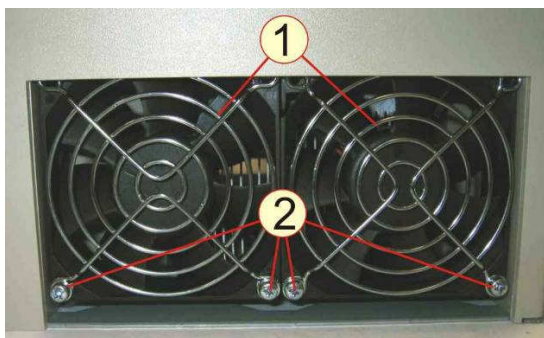

Рис.6.21
6.12.2 Выкрутить четыре винта 2, снять решетки 1 (рис.6.21). Положить решетки и винты в тару.